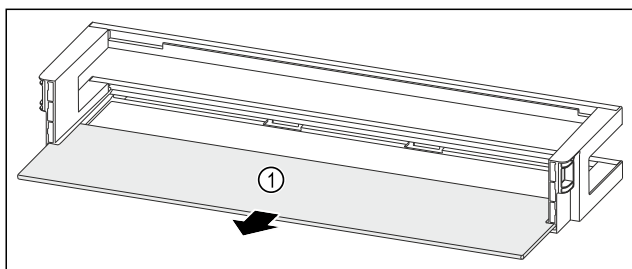

Fig. 201 Лотки на дверцятах з полицею
- ▶ Дістаньте полицю Fig. 201 (1).